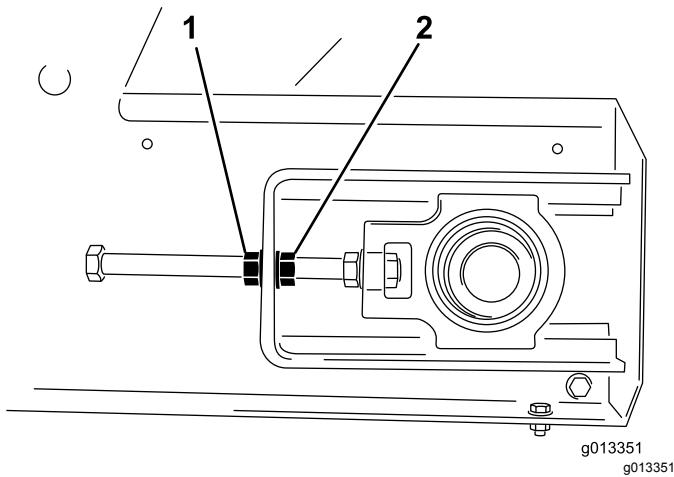

图55
- 使用 2 把扳手保持张紧装置杆的端头不动然后拧松距离杆端头最近的锁紧螺母 图 55。
3. 输送带偏向哪一侧就保持住那一侧的张紧器杆不动然后松开锁紧螺母并上紧调节螺母 2 个面 图55。